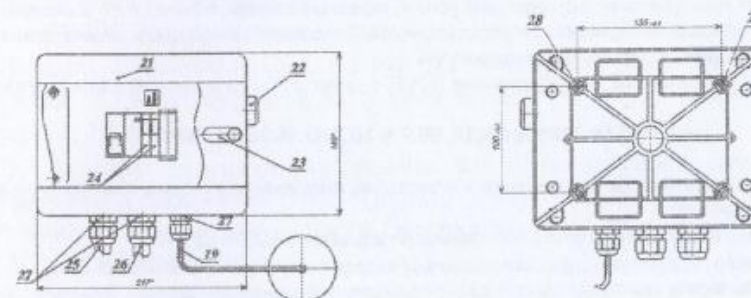
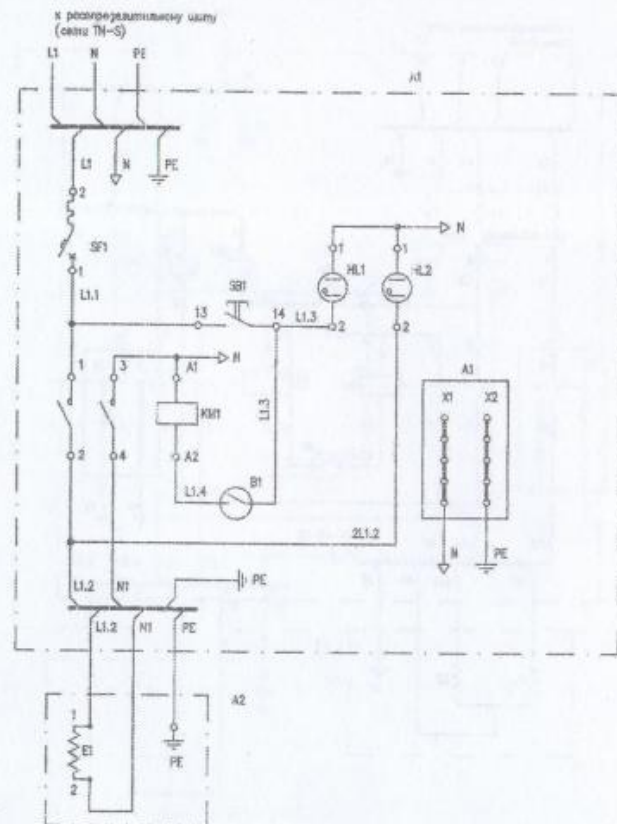

Рисунок 1. Аквадистилляторы электрические ДЭ-М
Рисунок 2.3. Схема электрическая принципиальная, аквадистиллятор ДЭ-4М.
4.1. Принцип действия аквадистиллятора основан на конденсации отсепарированного пара. Основными частями изделия являются: испаритель 9 с сепаратором 10, конденсатор 8, электронагреватели 11, уравниватель 17, датчик 7 с выключателем бесконтактным 6, основание 15 и электрощит 21 (рис. 1). В испарителе вода нагревается электронагревателями до кипения. Образующийся пар поступает через сепараторы в конденсатор, конденсируясь, вытекает в виде дистиллята через ниппель 1. Водопроводная вода непрерывно подается через штуцер 12 в конденсатор и по трубке 5 через уравниватель поступает в испаритель. Испаритель заполняется водой до установленного уровня, при заполнении испарителя водой выключатель бесконтактный включает ТЭНы. По мере выкипания вода будет поступать в испаритель частично, основная же ее часть через отвод 14 будет сливаться в канализацию.
- включение аппарата без установленного датчика 7 (см. рис.1)
6.12.1. ДЭ-25М: подключите электрощит 21 к сети 380В переменного тока, через автоматический выключатель, с помощью сетевого кабеля 25 (фазные проводники L1 L2 L3) (см. рис.1), желто-зеленая жила подключается к заземляющему проводнику (РЕ), а голубая нулевая жила подключается к нулевому рабочему проводнику (N).
6.12.2. ДЭ-10М: подключите электрощит 21 к сети 380В переменного тока, через автоматический выключатель, с помощью сетевого кабеля 25 (фазные проводники L1 L3) (см. рис.1), желто-зеленая жила подключается к заземляющему проводнику (РЕ), а голубая нулевая жила подключается к нулевому рабочему проводнику (N).
6.12.3. ДЭ-4М: подключите электрощит 21 к сети 220 В переменного тока, через автоматический выключатель, с помощью сетевого кабеля 25 (см. рис.1) Жила А - подключается к нулевому проводу, жила В - подключается к фазному проводу (определяется прозвонкой или по цвету жил), желто-зеленая жила подключается к земле (см. рис.2.3).
6.13.2. ДЭ-10М: подсоедините фазные жилы подводящего провода 26 от электрощита к зажимам 2, 4, нулевую жилу (голубого цвета) к зажиму перемычки 1-3, а земляную жилу (желто/зеленого цвета) к зажиму «земля» (рис. 1; 2.2 и таблицы 3.2.).
6.14. Снимите с датчика 7, подсоединенного к электрощиту, крышку и проверьте ход поплавка на выключателе бесконтактном 6. Установите крышку на датчик 7. Установите датчик 7 на аквадистиллятор. (см. рис.1).